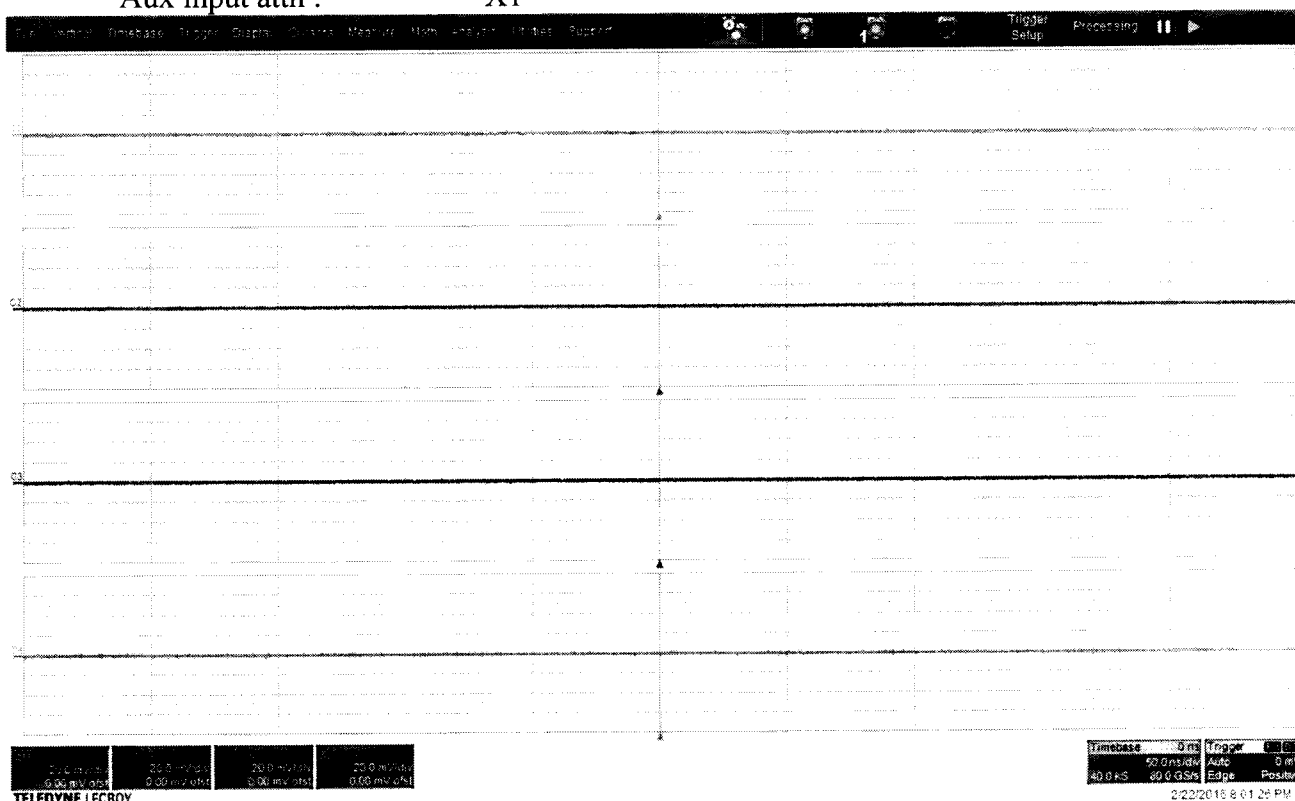

Рисунок 1.
8.4.1 Установить следующие параметры осциллографа (рисунок 1):